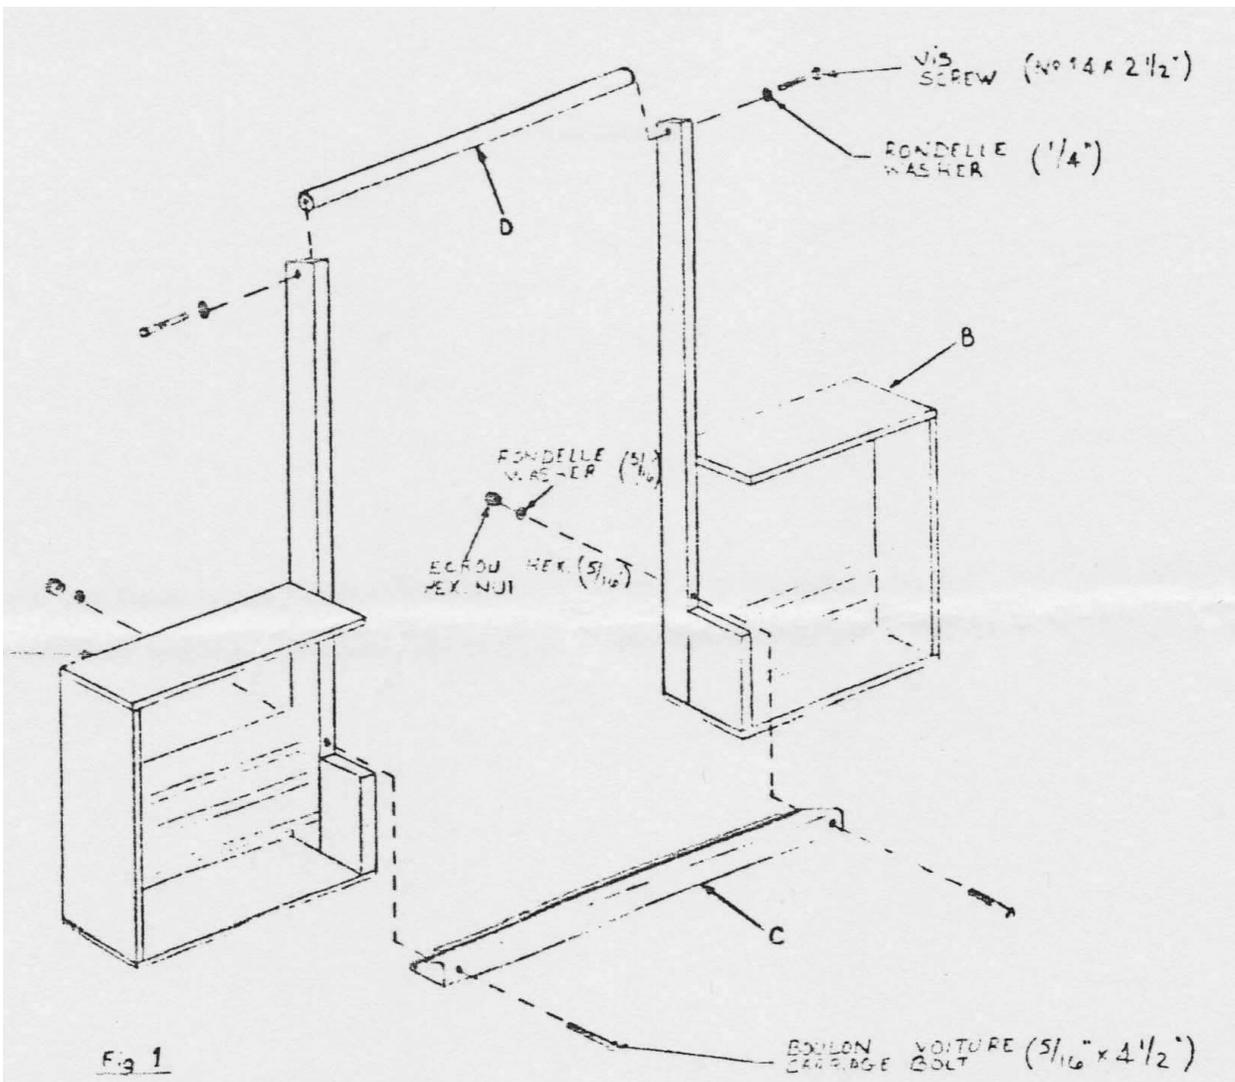

Fig 1
Place the ends "A" and "B" with a sufficient spacing between them. Screw the shuttle race "C" with two (2) carriage bolts $5/16"$ X $4\ 1/2"$. Tighten with a washer $5/16"$ and a hexagonal nut $5/16"$ (Fig. 1).
Place the upper roller "D" with two (2) screws No 14 X $2\ 1/2"$ and two (2) washers $1/4"$ (Fig. 1).
Installer les bouts "A" et "B" suffisamment espacés, puis fixer la semelle "C" avec deux (2) boulons voiture 5/16" X 4 1/2". Serrer fermement avec une rondelle 5/16" et un écrou hexagonal 5/16" (Fig. 1).
Installer la traverse supérieure "D" avec deux (2) vis No. 14 X 2 1/2" et deux (2) rondelles 1/4" (Fig. 1).